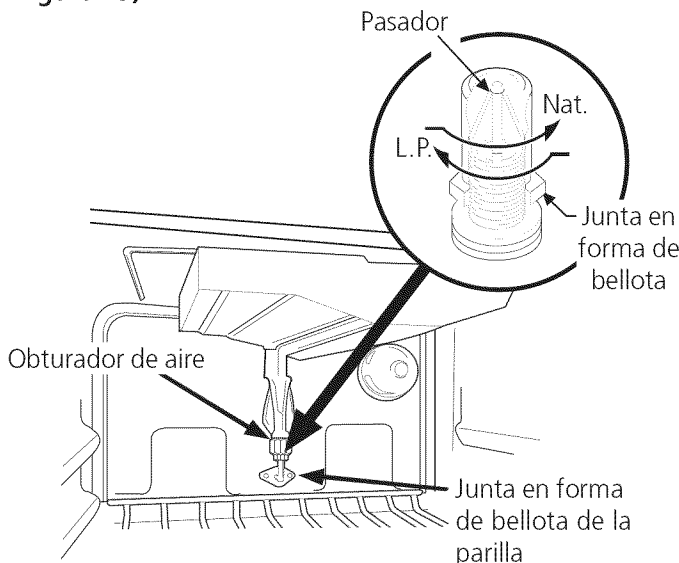

Figura 13
C. Ajuste del orificio del quemador del asador (Modelos autolimpiadores solamente) (vea figura 13)
Usando una llave de $\frac{1}{2}$ " , giro hacia abajo la junta en forma de bellota ajustable que inyecta gas al quemador del horno. Gire esta junta en forma de bellota hasta que ajuste contra el pasador medidor de LP. Esto será aproximadamente 2 $\frac{1}{2}$ vueltas. No lo apriete demasiado (vea figura 13).